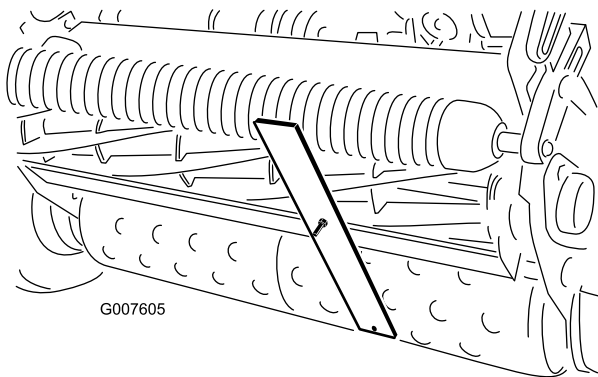

**Figura 55**
3. Allentate il dado sulla barra di misura (Figura 55) e posizionate la vite di regolazione all'altezza di taglio opportuna. La distanza tra l'estremità inferiore della testa della vite e la parte frontale della barra corrisponde all'altezza di taglio.